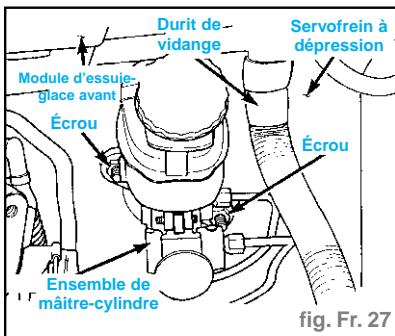

fig. Fr. 27
- Nettoyer la zone de fixation de l'ensemble du maître-cylindre sur le servofrein à dépression. Utiliser uniquement un solvant tel que Mopar® Brake Parts Cleaner ou un produit équivalent. Déposer les deux écrous fixant l'ensemble du maître-cylindre au servo-frein à dépression (fig. Fr. 27).
- Déposer l'agrafe de fixation de la durit de vidange au tube de frein, au maître-cylindre. Déposer la durite de vidange du module d'essuie-glace. Déposer les deux écrous fixant l'ensemble de maître-cylindre au servofrein à dépression (fig. Fr. 27).
- Poser les deux écrous de montage du maître-cylindre sur le servofrein. Serrer les deux écrous au couple de **2,5 daN.m** (fig. Fr. 27)
- Déposer l'agrafe fixant la durit d'écoulement au tube de frein, au maître-cylindre. Déposer la durit d'écoulement du module d'essuie-glace. Déposer les deux écrous fixant l'ensemble de maître-cylindre au servofrein (fig. Fr. 27)